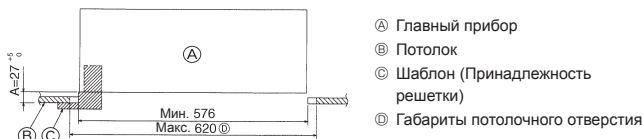

Fig. 2-6
- Если нельзя совместить главный прибор с отверстием для навешивания на потолок, регулировка производится с помощью щели, имеющейся на плите для навешивания прибора. (Fig. 2-6)